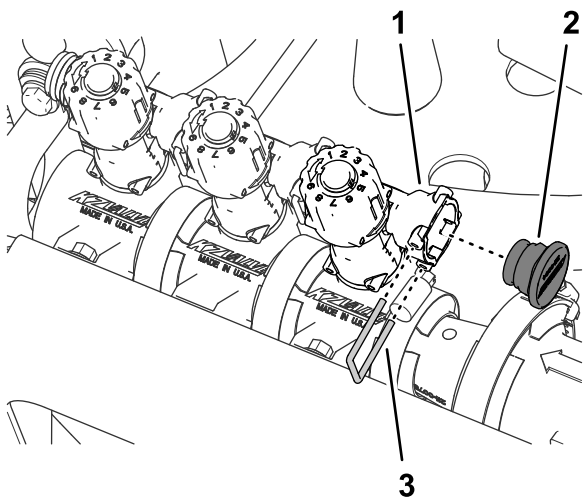

Figura 65
8. Instale el tapón en el acoplamiento rápido de la válvula de desvío (Figura 65).